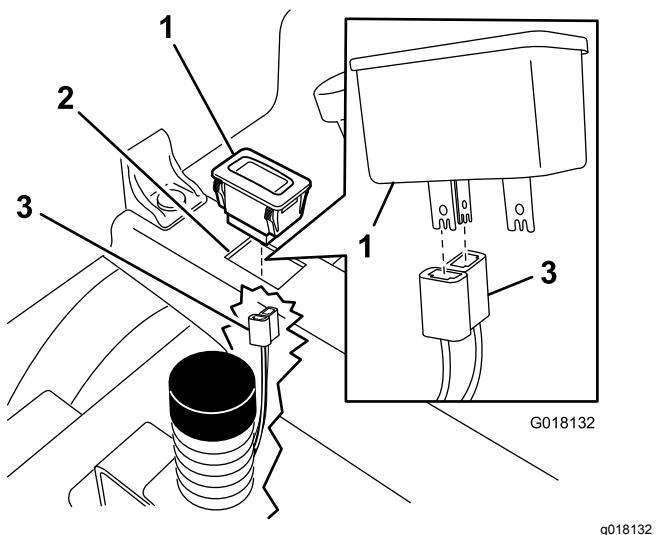

Bild 1
4. Schließen Sie den Betriebsstundenzähler am Kabelbaum an (Bild 1).
Stecken Sie die zwei vertikalen Pole des Betriebsstundenzählers in die zwei Slitze im Betriebsstundenzähleranschluss, wie in Bild 1 dargestellt.
5. Bauen Sie den Betriebsstundenzähler im Ausschnitt ein (Bild 1).